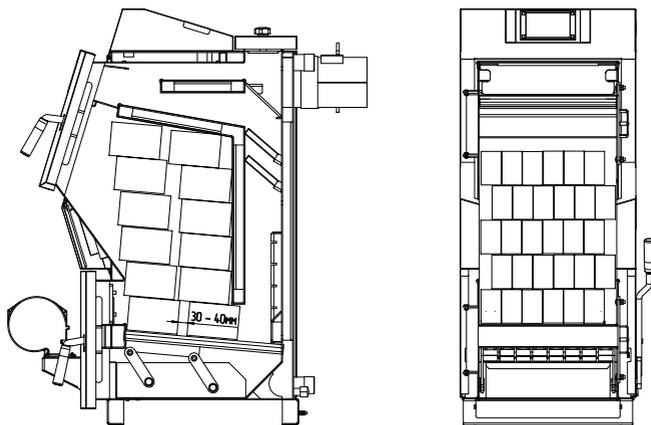
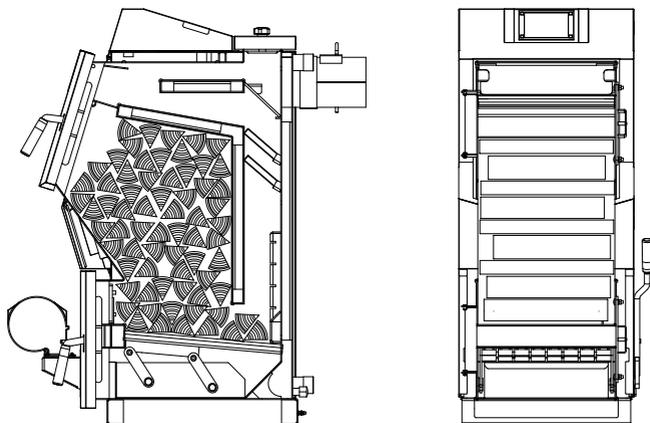
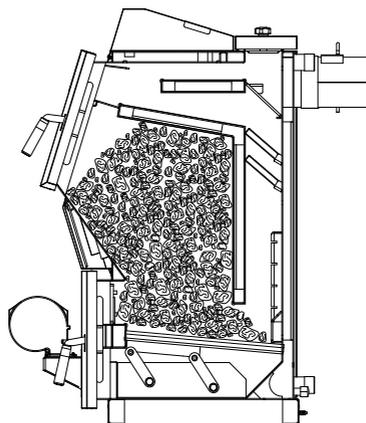

Рис.9 Схема загрузки котла древесными брикетами.
Рис.10 Схема загрузки котла дровами.
Рис.11 Схема загрузки котла углём.
8.5.5. Для полной загрузки котла топливом для длительного горения необходимо: выключить вентилятор нажатием кнопки «СТОП», открыть дверцу загрузочную аккуратно приоткрыв её на 5-10 мм на 10-15 секунд для предотвращения хлопка пиролизных газов и заполнить топку котла топливом, равномерно распределяя его по всему объему в соответствии рис.9, рис.10, рис.11. После загрузки котла убедиться в отсутствии просыпания топлива на рамку загрузочной двери и отсутствии топлива возле загрузочной двери. После загрузки котла топливом закройте и зафиксируйте дверцу загрузочную (Рис.1 поз.3) и запустите вентилятор кнопкой «ПУСК».
8.5.6. Перед добавлением новой порции топлива убедитесь, что в топке котла заканчивается топливо, узнать о наличии топлива можно во время чистки водоохлаждаемых колосников и зольного ящика через дверцу поддувальную. Для загрузки новой порции топлива в котёл необходимо, выключить вентилятор наддува нажатием кнопки «СТОП», произвести чистку колосников шуровочным механизмом, открыть дверцу поддувальную (Рис.1 поз.6), произвести чистку зольного ящика, после чистки установить его на место и закрыть дверцу зольную. Открыть дверцу загрузочную аккуратно приоткрыв её на 5-10 мм на 10-15 секунд для предотвращения хлопка пиролизных газов и заполнить топку котла топливом, равномерно распределяя его по всему объему в соответствии рис.9, рис.10, рис.11. После загрузки котла топливом закройте и зафиксируйте дверцу загрузочную (Рис.1 поз.3) и запустите вентилятор кнопкой «ПУСК».